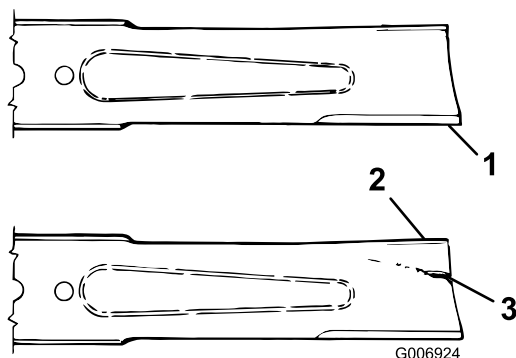

Figura 17
3. Verificate accuratamente i taglienti, con particolare attenzione ai punti d'incontro delle sezioni piatta e curva della lama (Figura 17).
4. Se riscontrate segni di usura (Figura 17), sostituite la lama; fate riferimento a Revisione della lama (pagina 12).
Se continuate ad usare la lama usurata, si forma una scanalatura tra la costa e la sezione piatta della lama (Figura 17). Alla fine, un pezzo di lama può staccarsi e venire lanciato dal sottoscocca, con il rischio di ferire gravemente voi o gli astanti.